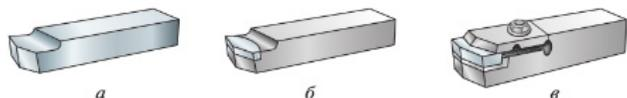

Рис. 5.19. Резцы по способу крепления режущей части: а — цельный; б — с напаянной пластинкой; в — с механическим креплением пластинки
5. По способу крепления режущей части: цельные, сварные, с напаянной пластинкой, с механическим креплением пластинки (рис. 5.19).